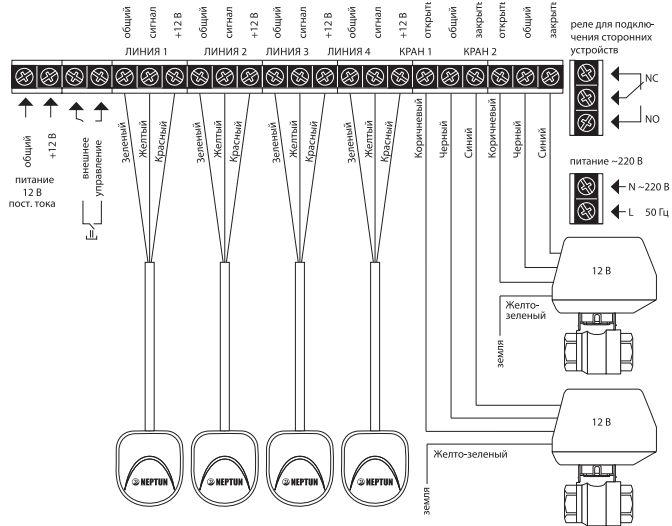
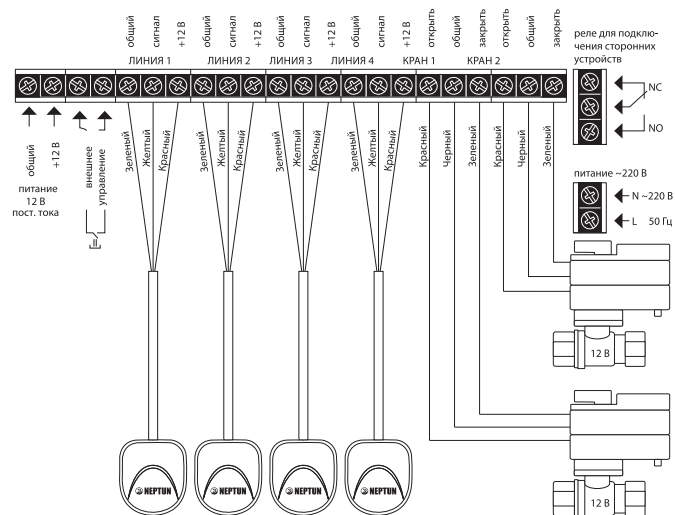

Рис. 11. Схема подключения датчиков и кранов с электроприводом DePala 12 В к модулю управления Neptun ProW
Рис. 10. Схема подключения датчиков и кранов с электроприводом серии JW5000 12 VDC серии Neptun Bugatti 12 B к модулю управления ProW
- К модулю управления Neptun ProW подвести фазу и ноль согласно схеме подключения (рис. 10 и 11), изображённую так же на внутренней крышке прибора
- выполните соединение проводов в соответствии со схемой на рис. 10 или рис. 11, в зависимости от того, какие краны с электроприводом вы используете. При необходимости, для ввода проводов в коммутационный отсек удалите пластиковую заглушку, расположенную в нижней части корпуса прибора при помощи отвёртки;